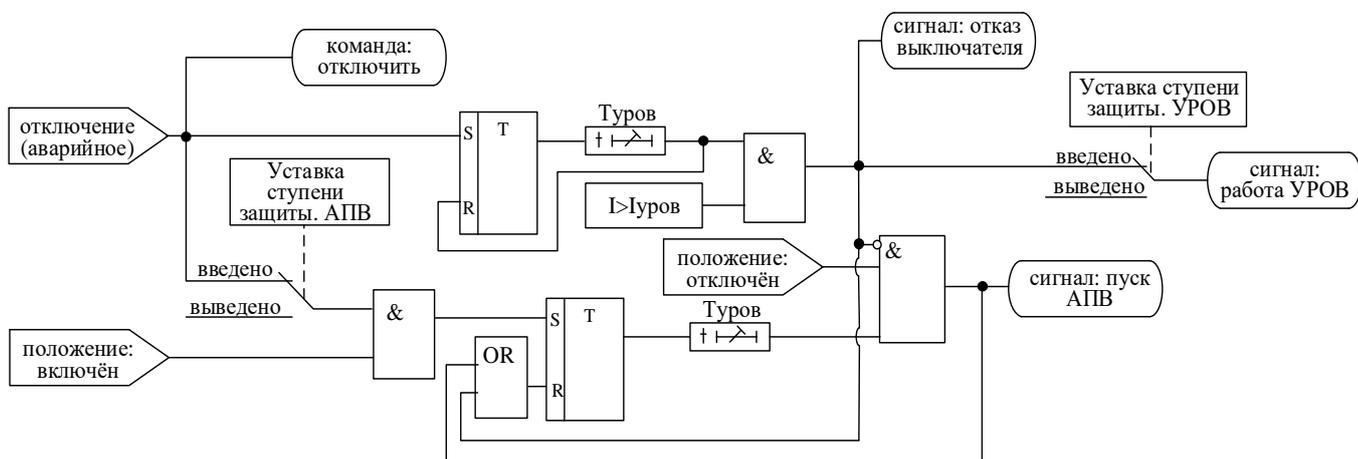

Рисунок 5.5 – Логика работы МР5 при аварийном отключении
1. Выдаётся команда «отключить» (рисунок 5.5).